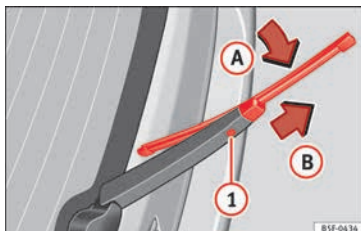

Fig. 63 Remplacement du balai de l'essuie-glace arrière.
- Soulevez le bras de l'essuie-glace et rabattez-le à un angle d'environ 60° » fig. 63. »
- Rabattez le balai dans le sens du bras d'essuie-glace » **fig. 63** (flèche **A**) en tirant dans le sens indiqué par la flèche **B**. Vous devrez probablement utiliser la force.